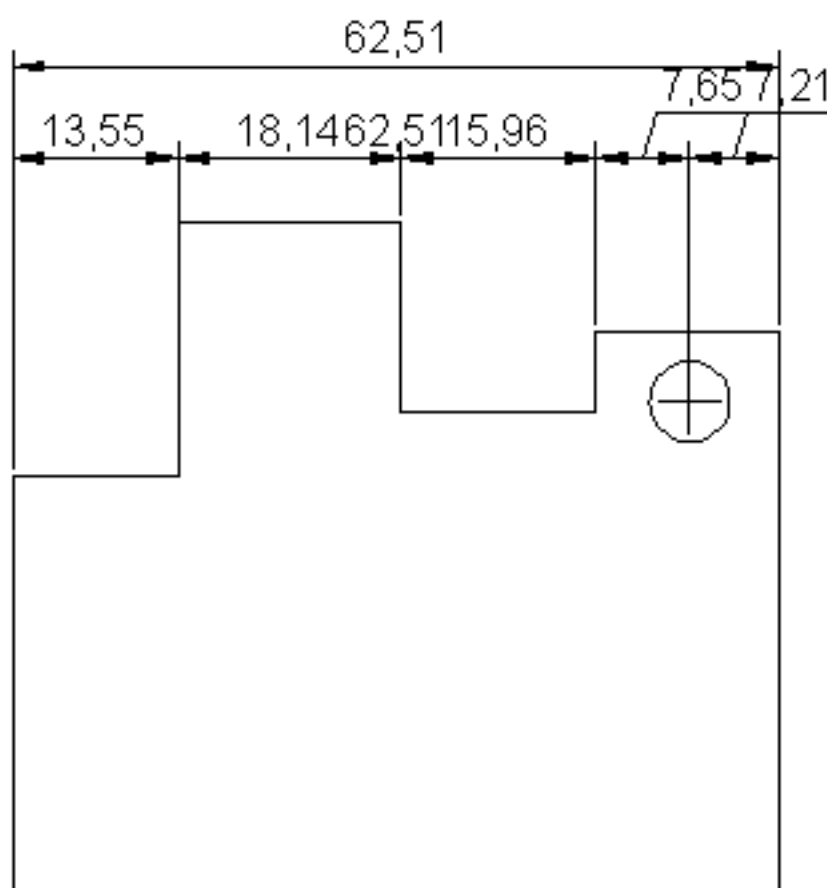

Рис. 5.17. Вставка базового размера
8. Выберите крайнюю правую точку фигуры. AutoCAD автоматически расположит базовый размер выше остальных. Ваш чертеж будет примерно таким, как изображенный на рис. 5.17.